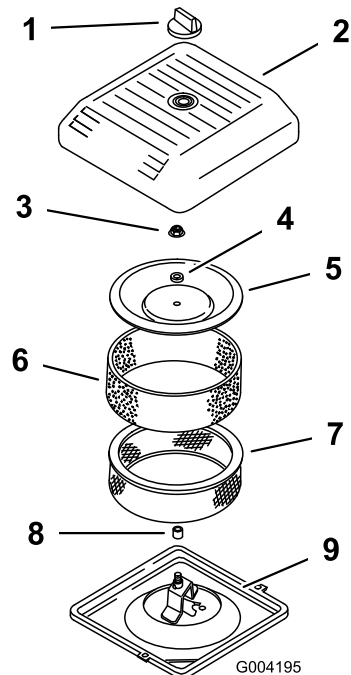

Figure 18
1. Dévissez le bouton et déposez le couvercle du filtre à air (Figure 18).
- Glissez délicatement le préfiltre en mousse sur l'élément en papier (Figure 18).
- Reposez le couvercle et fixez-le à l'aide du bouton (Figure 18).